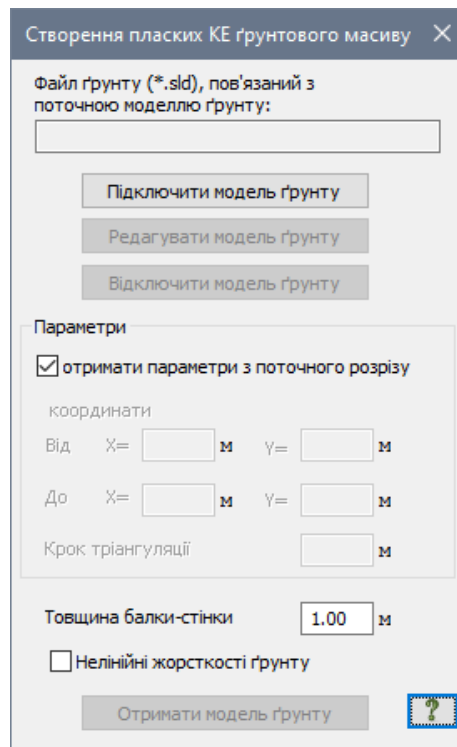

Рис. 17.3. Діалогове вікно **Створення плоских KE ґрунтового масиву**
- Викличте діалогове вікно **Створення плоских KE ґрунтового масиву** (рис. 17.3) натисканням по кнопці  – **Плоский ґрунтовий масив** (панель **Ґрунт** на вкладці **Розширене редагування**).